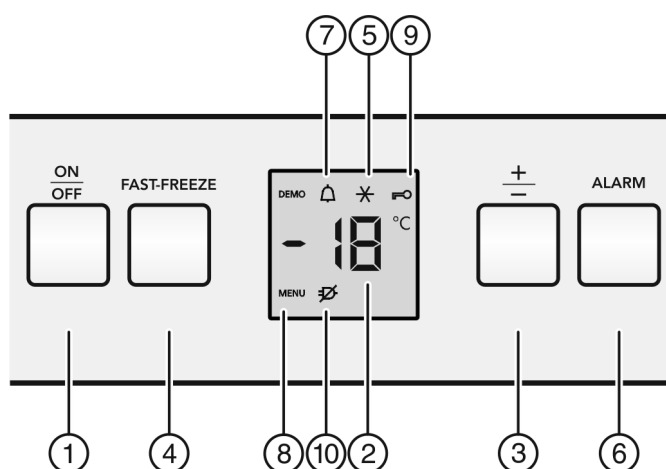

Fig. 2
- Appuyer sur la touche On/Off Fig. 2 (1).
- ▷ L'appareil est enclenché. L'affichage de la température et le symbole Alarme Fig. 2 (7) clignotent jusqu'à ce que la température soit suffisamment froide.
- Appuyer environ 5 secondes sur la touche Fast-Freeze Fig. 2 (4).
- ▷ Le symbole Menu Fig. 2 (8) apparaît dans l'affichage.
- Confirmer brièvement avec la touche Fast-Freeze Fig. 2 (4).
- ▷ Le symbole Sécurité enfant Fig. 2 (9) s'allume dans l'affichage.
- Appuyer brièvement sur la touche On/Off Fig. 2 (1).
- Appuyer sur la touche Alarme Fig. 2 (6).
L'affichage de la température clignote en même temps que le symbole Alarme Fig. 2 (7).
L'avertisseur sonore s'éteint automatiquement et le symbole Alarme Fig. 2 (7) et l'affichage de température arrêtent de clignoter lorsque la température est de nouveau suffisamment froide.